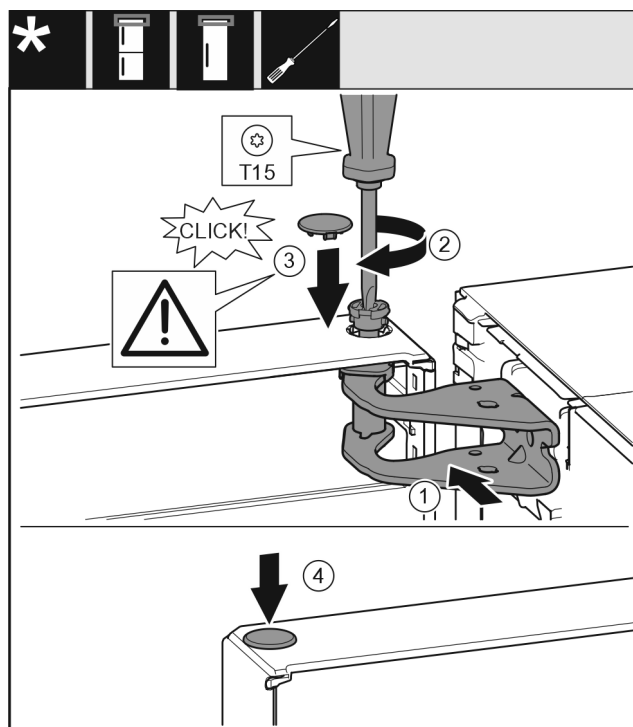

Fig. 23
- ▶ Выровняйте дверь вверху по отверстию в опорном кронштейне Fig. 23 (1).
- ▶ Вставьте палец Fig. 23 (2) и затяните отверткой.
- ▶ Установите крышку Fig. 23 (3).
- ▶ Проследите за тем, чтобы крышка Fig. 23 (3) прилегала к дверям.
- ▶ Установите крышку Fig. 23 (4).